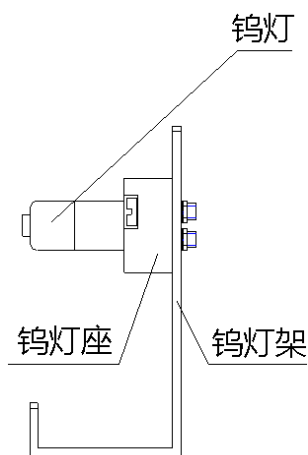

图 5-3 钨灯组件
- 开机，观察钨灯光斑在入射狭缝上所成的图像。更换新钨灯后，有时需要调整钨灯架位置、钨灯座位置和轮胎镜位置，使钨灯聚焦在入射狭缝上的光斑呈现最小尺寸，并且使钨灯光斑与入射狭缝呈上下左右对称居中状态，符合图 5-3 所示。